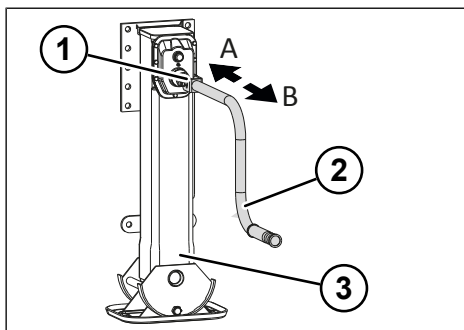

Fig. 5-2: Velocidade de carga e velocidade rápida do pé de apoio com macaco
- ▶ Ligue a velocidade rápida, puxando a manivela para fora (ver "Fig. 5-2: Velocidade de carga e velocidade rápida do pé de apoio com macaco", p. 24).
- ▶ Ligue a velocidade de carga, pressionando a manivela para dentro (ver "Fig. 5-2: Velocidade de carga e velocidade rápida do pé de apoio com macaco", p. 24).
- ▶ Ajuste a velocidade de carga, pressionando a manivela para dentro (ver "Fig. 5-2: Velocidade de carga e velocidade rápida do pé de apoio com macaco", p. 24).
- ▶ Ajuste a velocidade rápida, puxando a manivela para fora (ver "Fig. 5-2: Velocidade de carga e velocidade rápida do pé de apoio com macaco", p. 24).